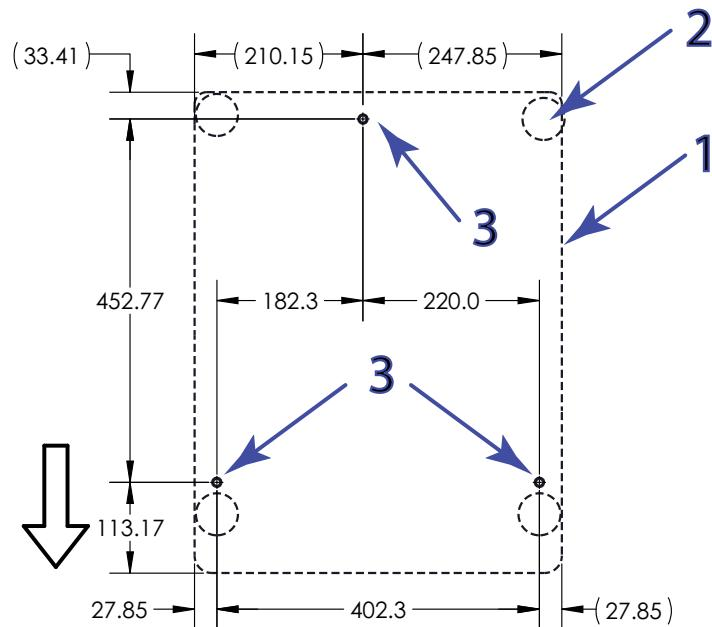

Figure 12. Emplacement des points d'ancrage (vue de dessus)
Légende pour Figure 12
1. Consultez la Figure 12 à la page 63 et percez des trous dans le plan de travail aux endroits appropriés afin d'aligner les points d'ancrage au socle du bâti. Des trous d'un diamètre de 15 mm sont recommandés.